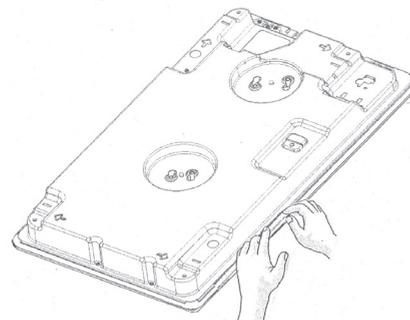

Fig. 1
1. Fissare i fermagli a molla (A) (fig. 1) con le viti in dotazione, avendo cura di rispettare le distanze specificate.
- Dopo aver eseguito il collegamento elettrico, montare il piano di cottura dall'alto e agganciarlo alle molle di fissaggio, come illustrato nella Fig. 1.